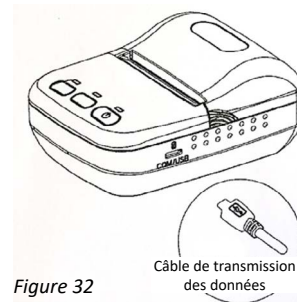

Figure 32
- Utiliser le câble de données fourni dans l'emballage de l'imprimante et le connecter au port de données de l'imprimante (figure 32).